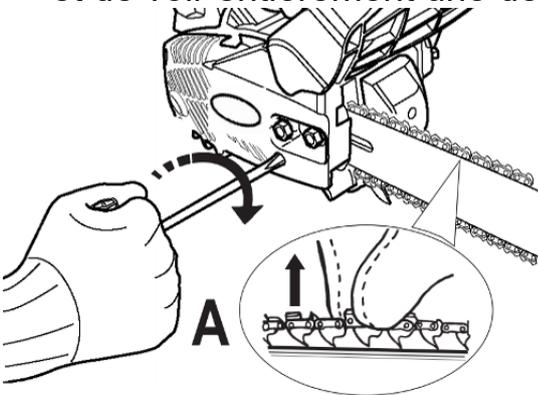

Fig.13
11) Visser (dans le sens horaire) la vis tendeur de chaîne (Fig. 13). Une bonne tension de la chaîne permet de soulever la chaîne (avec 2 doigts) et de voir entièrement une dent d'entraînement (Fig. 13 repère A).